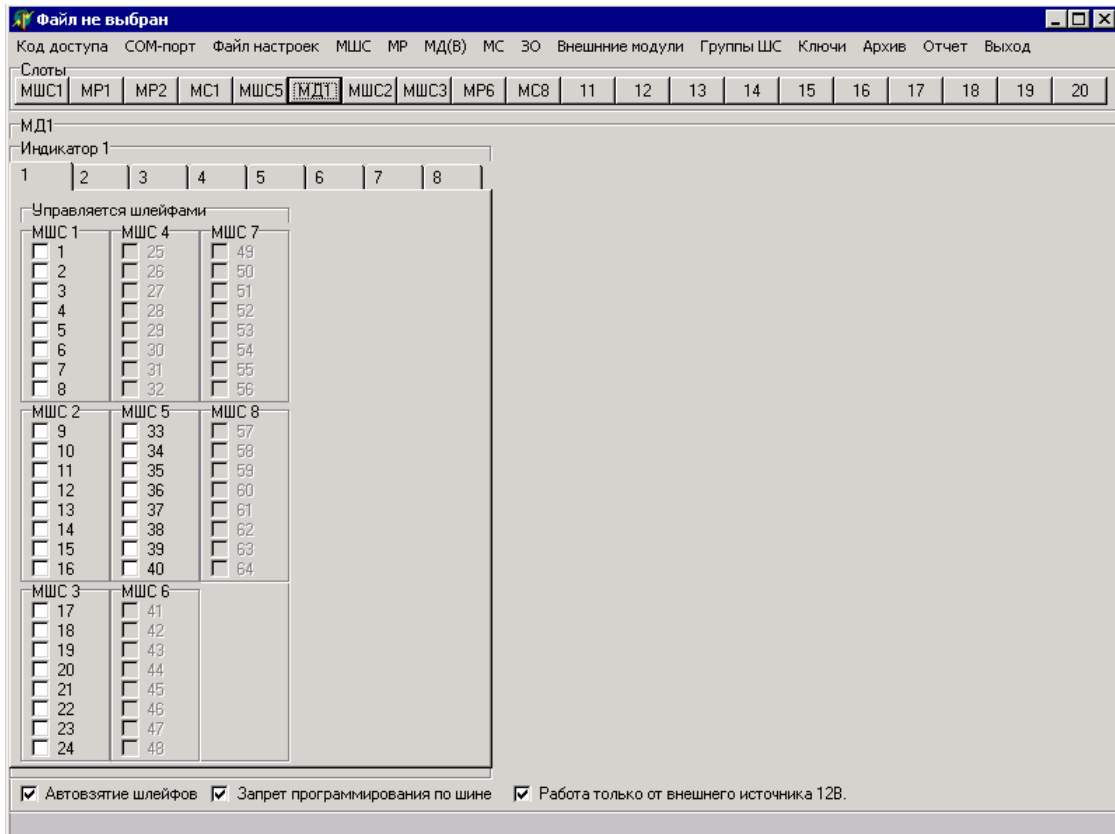

Рисунок 9
2.1.3.6 При программировании режима работы каждого индикатора любого МД (МДВ) прибора на панели «Управляется шлейфами» находится список, состоящий из 64-х ШС. Доступными для программирования в списке являются те ШС, которые реально включены в конфигурацию прибора (рисунок 9).